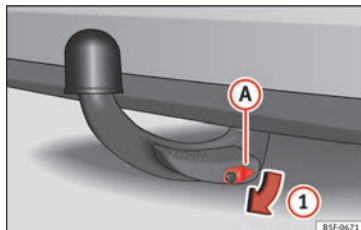

Fig. 233 Retirar a tampa da fechadura
- Retire a tampa (A) da fechadura no sentido da seta 1 » Fig. 233.